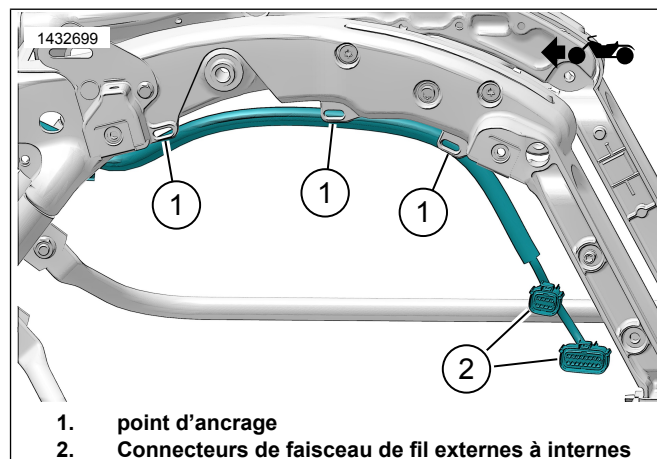

Figure 10. Routage du faisceau de fils externes (typique)
1. Voir la Figure 10. Acheminer le faisceau extérieur de la sacoche le long du cadre. À l'aide de sangles de câble, installez lâchement le faisceau aux points d'ancrage (1). Ne serrez pas les sangles de câble.
Voir la Figure 10. Connectez le faisceau extérieur de la sacoche au faisceau interne (2) sur la sacoche.